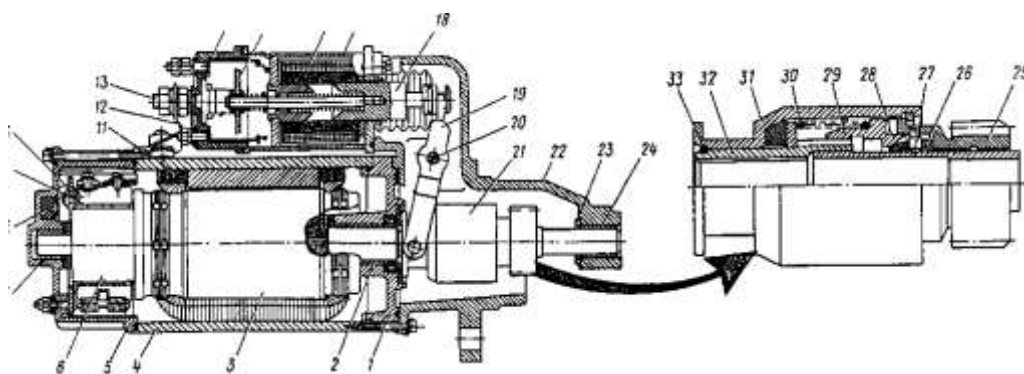

Рисунок 1. Стартер
1. Укажите в отчете названия составных частей по следующей форме (рисунок 1):